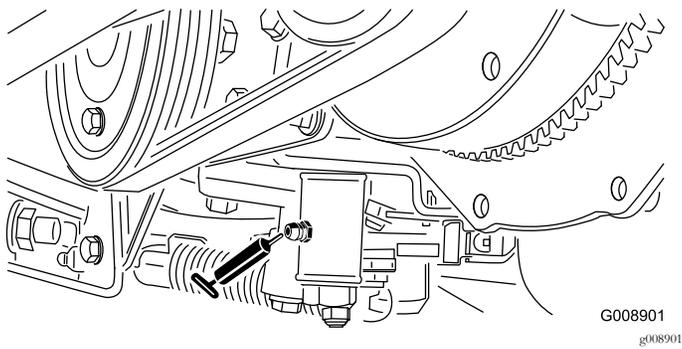

Figura 57
- Mecanismo de ajuste de punto muerto (Figura 57)